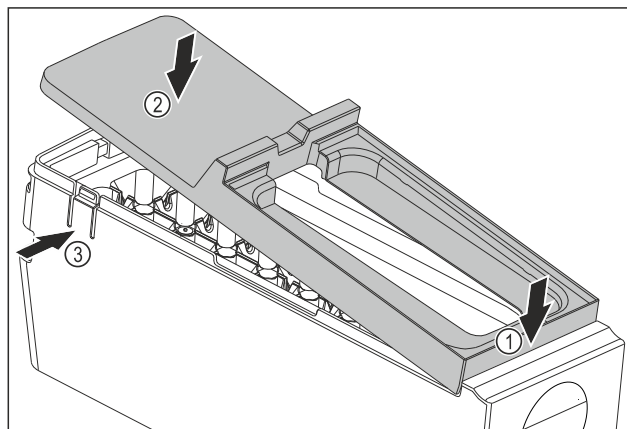

Fig. 215
- Монтаж на капака на корпуса на EasyTwist-Ice: Поставете капака отпред. Fig. 215 (1)
- Спуснете капака отзад. Fig. 215 (2)
- Капакът се фиксира с щракване в двете езичета Fig. 215 (3).